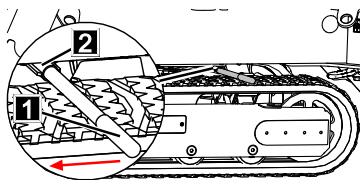

Abb. 102
5. Handhebel (Abb.102/1) in die Verriegelung (Abb.102/2) stecken.
6. Die Verriegelung durch Drücken des Handpumpenhebels (Abb.102/1) in Pfeilrichtung lösen.